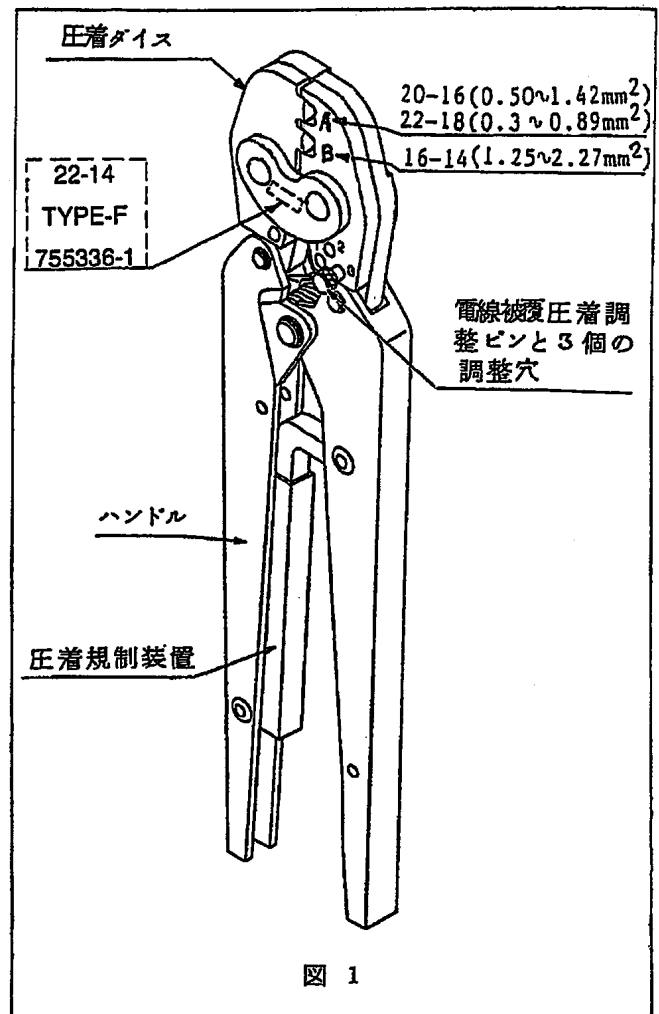

図 1
- (a) この工具（図1参照）は表1に示す各種端子を熱線に圧着するのに使用されます。
- (c) 工具には図1に示す様に圧着部が2箇所あり、A、Bの記号で指示されておりますが、これは使用端子に対する圧着箇所を示しております。（表1参照） 圧着箇所が違う場合は工具が損傷したり、圧着性能が低下しますので御注意下さい。